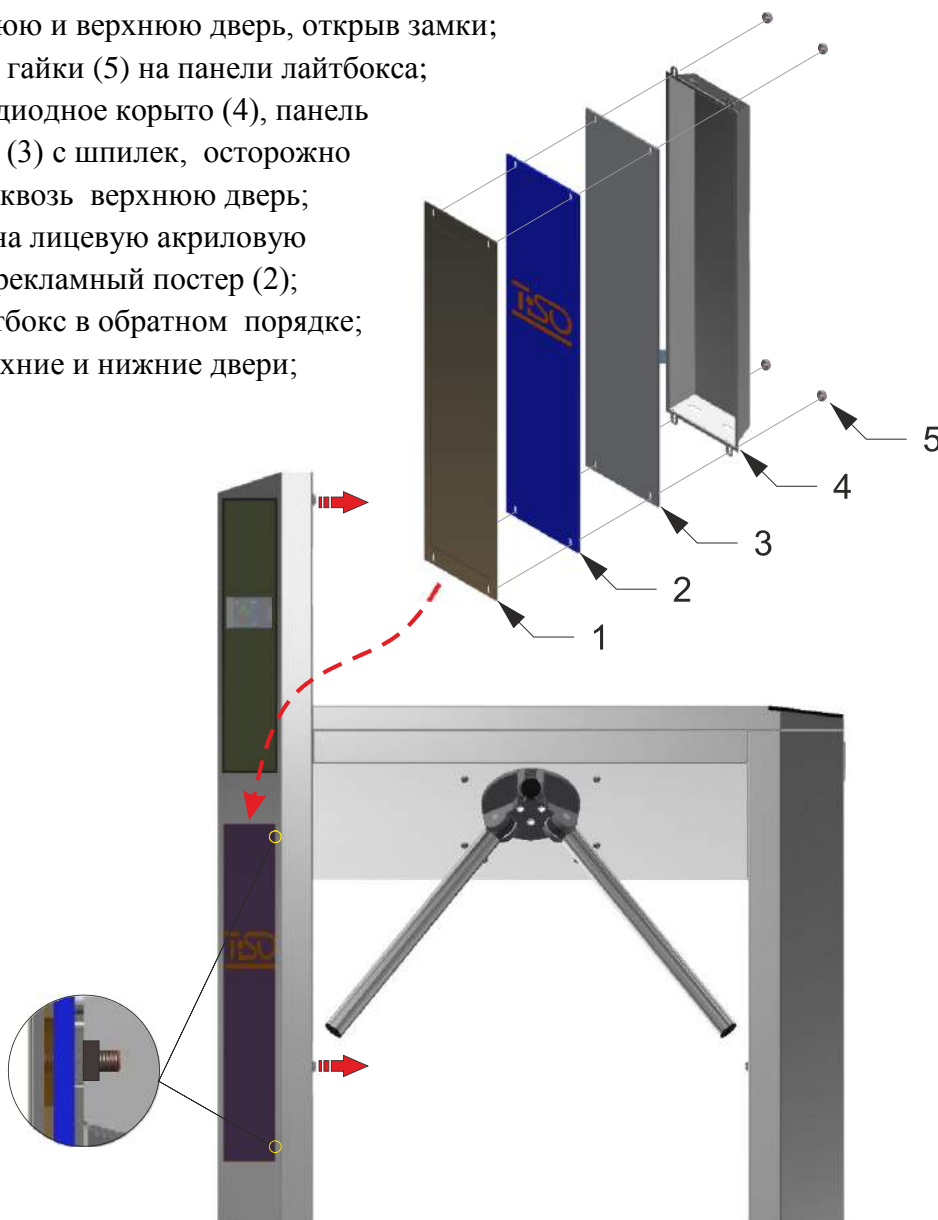

Рис. 17– Размещение рекламы на лайтбоксе
18) Размещение рекламы на лайтбоксе (см.рис.17):
- открутить 4 гайки (5) на панели лайтбокса;
- снять светодиодное корыто (4), панель молочную (3) с шпилек, осторожно вынимая сквозь верхнюю дверь;
- установить на лицевую акриловую панель (1) рекламный постер (2);